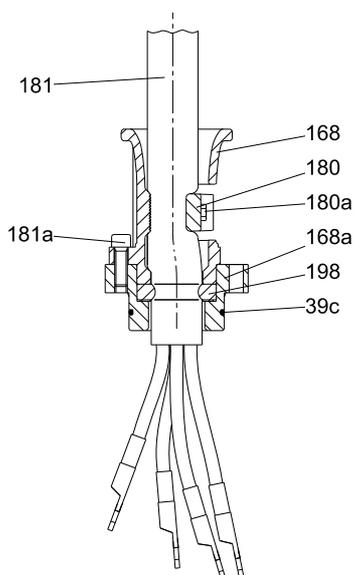

Рис. 4 Кабельный ввод с соединительным фланцем
1. Снять охлаждающий кожух (150с), если имеется, и верхнюю крышку двигателя (151). См. раздел 5. *Демонтаж и сборка изделия.*
3. Открутить винты (180а). См. рис. 4.
4. Снять кабельный зажим (180).
5. Вывернуть винты (183).
6. Вытянуть кабель, включая соединительный фланец (168а), резиновое уплотнение (198) и кабельный ввод (168).
9. Вытянуть кабельный ввод (168), включая резиновое уплотнение (198).
10. Удалить с кабельного ввода (168) резиновое уплотнение (198).